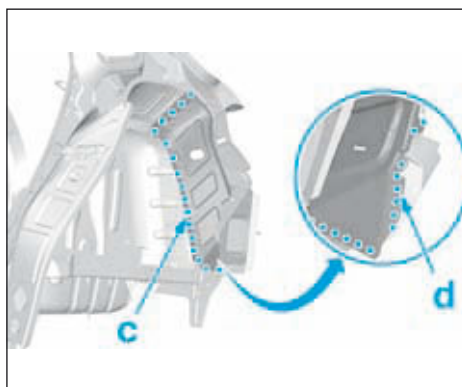

FIG.205
- Souder par points électriques en (c) et (d) (Fig.205).